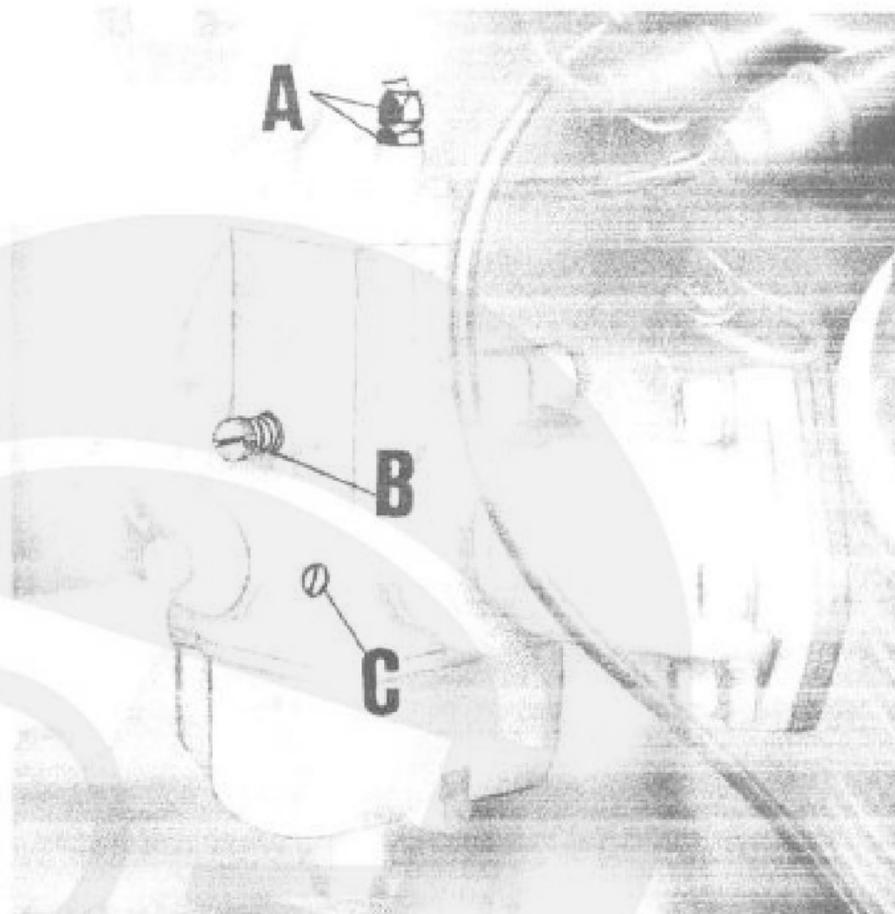

Fig. 78
- 2 - controllare la sincronizzazione delle valvole gas; questa operazione va eseguita con il contenitore filtro e manicotto di collegamento carburatori smontati; mentre si fa ruotare la manopola comando gas, con le dita a contatto delle valvole gas sui carburatori si dovrebbe individuare se le valvole aprono in uguale misura e nel medesimo istante: eventuali differenze di apertura vanno corrette agendo sulla vite tendifilo (vedere A di fig. 78) di un carburatore sino a che, ruotando la manopola gas, si constata la perfetta sincronizzazione di apertura delle valvole gas;
- 3 - regolare il minimo benzina agendo sulla vite C di fig. 78. Svitandola si aumenta l'afflusso
Con motore funzionante a circa $1000 \div 1$ giri, staccare la candela da un cilindro e agire sulla vite C di fig. 78 del carburatore del cilindro opposto svitandola o avvitandola in un campo limitato sin tanto che si raggiunge il punto di miglior rendimento e con un leggero aumento di giri.
- 4 - staccare il cavo candela dal cilindro destro, avviare il motore, ed accertarsi che si spenga dopo quattro o cinque scoppi; se si spegne prima, o dopo, agire sulla vite regolazione minimo valvola gas (vedere A di fig. 78) fino a che il motore si spegne
entro detto numero di giri. Ripetere l'operazione sul cilindro destro staccando il cavo candela dal cilindro sinistro ed avviare il motore; se il cilindro destro è nella normalità il motore deve spegnersi entro quattro o cinque scoppi, altrimenti passare alla regolazione agendo sulla vite (vedere B di fig. 78) come sopra sino a che il motore si spenga entro il medesimo numero di scoppi; riattaccare quindi il cavo alla candela del cilindro sinistro;